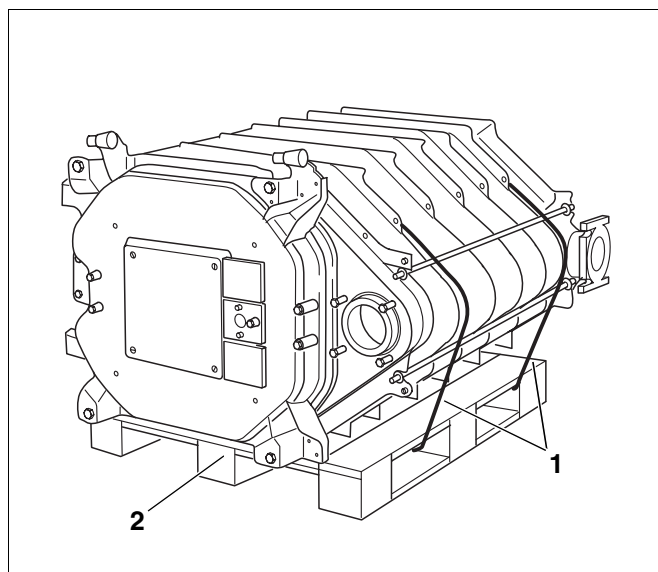

Fig. 23 Blocul cazanului pe palet
- Se taie benzile de asigurare (fig. 23, **poz. 1**).
- Se îndepărtează paletul înainte de amplasare (fig. 23, **poz. 2**).